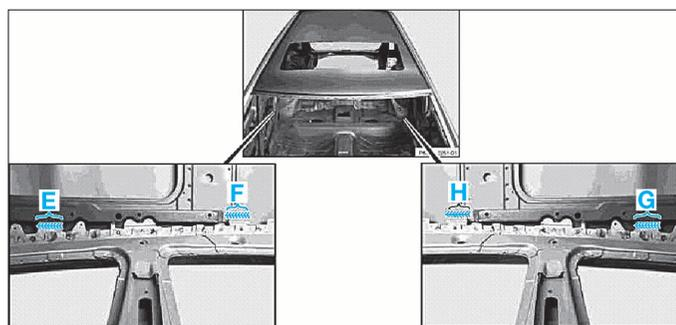

FIG. 135
- Souder par points bouchons zone (I).
- Souder en cordon continu sous protection gazeuse zones (E), (F), (G) et (H) (Fig.135).